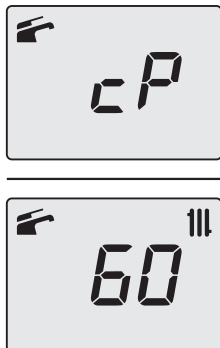

Figura 9.25
- Premendo il tasto 16 (Figura 9.20) è possibile variare la potenza in modalità spazzacamino: con visualizzazione sul display LCD delle lettere **cP** che si alternano con il valore di temperatura dell'acqua di riscaldamento (es.**60**), siamo "funzione spazzacamino" alla potenza massima in riscaldamento (Figura 9.25).